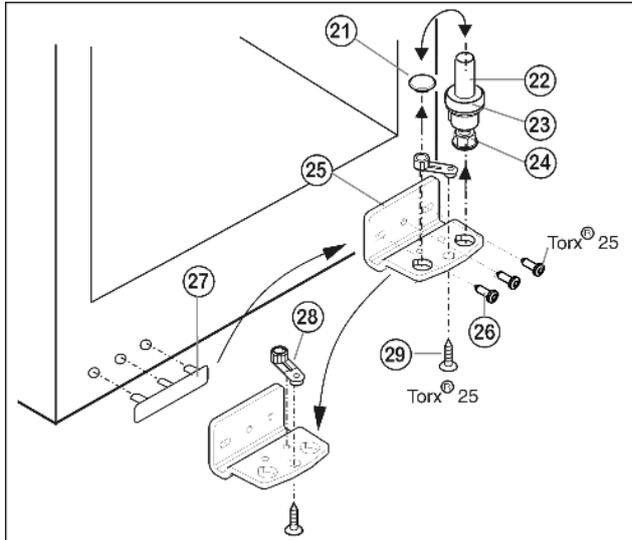

Fig. 5
- ▶ Lagerbolzen Fig. 5 (22) komplett, mit Scheibe Fig. 5 (23) und Stellfuß Fig. 5 (24), nach oben herausziehen.
- ▶ Stopfen Fig. 5 (21) abheben.
- ▶ Lagerbock Fig. 5 (25) abschrauben Fig. 5 (26).
- ▶ Lagerteil Fig. 5 (28) abschrauben Fig. 5 (29) und in das gegenüberliegende Aufnahmeloch des Lagerbocks umsetzen, wieder festschrauben.
- ▶ Griffseitige Abdeckung Fig. 5 (27) vorsichtig abheben und auf die Gegenseite umsetzen.
- ▶ Lagerbock Fig. 5 (25) auf der neuen Scharnierseite ggf. mit Hilfe eines Akkuschraubers **fest (mit 4 Nm)** wieder anschrauben.
- ▶ Stopfen Fig. 5 (21) in das anderen Loch wieder einsetzen.
- ▶ Lagerbolzen Fig. 5 (22) komplett, mit Scheibe und Stellfuß, wieder einsetzen. Dabei darauf achten, dass der Rastnocken nach hinten zeigt.